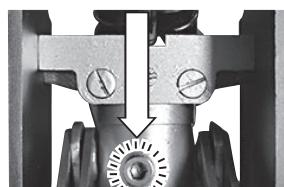

図7
- ② ジャッキオイル(別売)をオイルプラグの穴から入れすぎに注意して少量ずつ注入してください。また、オイル注入中にゴミ入らないように注意してください。(図7)
- ③ ジャッキオイルの適量はジャッキを水平な場所へ置き、リフティングアームを最下位まで下げた状態でオイル